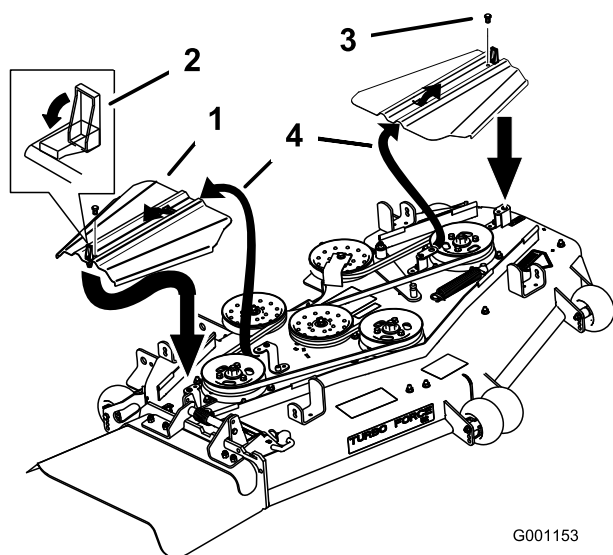

Bild 56
3. Entfernen Sie die beiden Schrauben, mit denen die Riemenabdeckungen befestigt sind und entfernen Sie diese (Bild 56).
9. Montieren Sie die Riemenabdeckungen. Schieben Sie hierfür die Abdeckung in die Nase, setzen Sie die Schrauben ein und schließen Sie die Riegel (Bild 56).